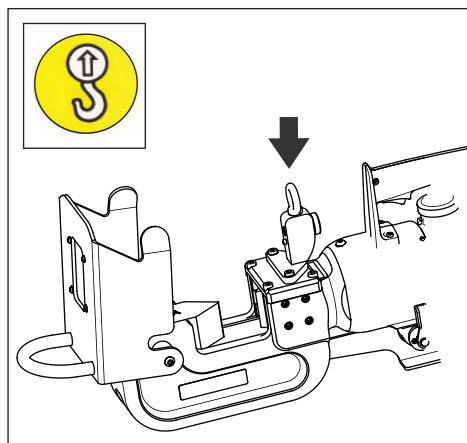

图 9，切断机吊运位置
- 如需要移动或运输切断机，则仅应使用所提供配套吊环螺栓进行吊运。参见图 9。使用具有足够起吊能力的设备进行吊运。